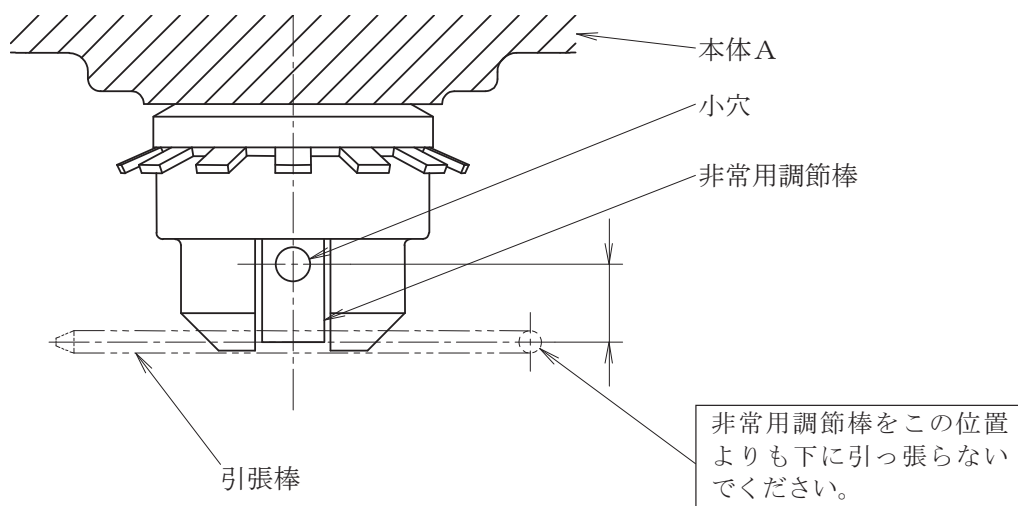

図4 非常用調節棒
- (1) 本体Aの下に非常用調節棒があります。正常の作動の場合には非常用調節棒を使用する必要はありません。この調節棒は、非常の場合、例えばセンサが破損したために液体温度が異常に上昇したような場合のみ使用します。
- (2) エレメントが正常に作動しているかどうかは非常用調節棒の下端の動きを見ると分かります。
- (3) 非常用調節棒を引張ったり回転したりし易いよう引張棒が付属しています。通常は引張棒を非常用調節棒に差し込まず、ぶら下げておいてください。調節すべき液体の温度が異常に上昇したとき、非常用調節棒の小穴に引張棒を差し込んで下に引張り、 $90^{\circ}$ 度右に回転して固定します(図4参照)。これで流路Aと流路Cとが強制的に連絡されてクーラーや冷却塔に通水し流体の過熱を防止することができます。